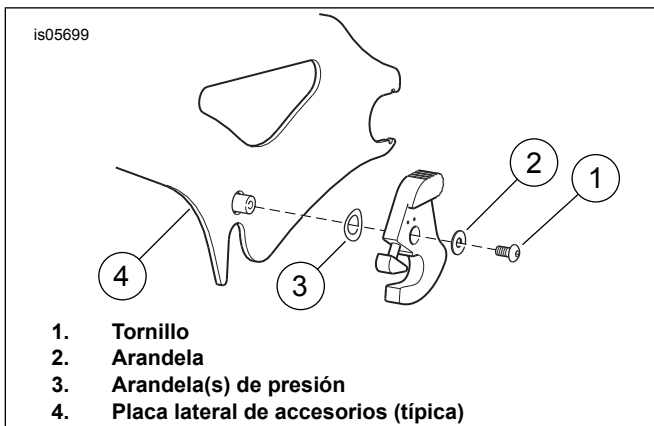

Figura 2. Quitar el pestillo (se muestra la instalación externa derecha)
2. Ver Figura 2 . Retira el tornillo (1) y la arandela (2) del pestillo que estás reemplazando. Guarda el tornillo y la arandela para la instalación.